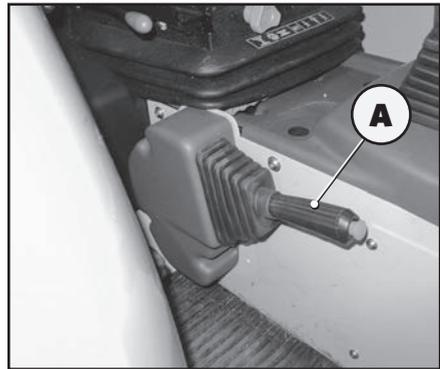
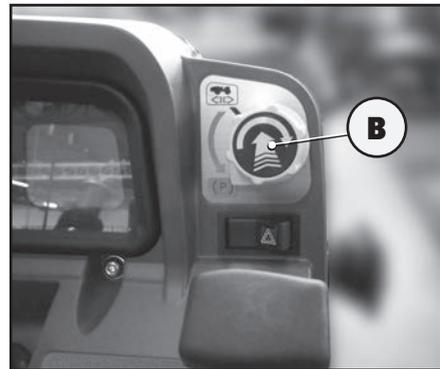

Abb. 5.4
Abb. 5.5
- Die Feststellbremse (A) anziehen (Abb. 5.4). Falls der Traktor mit automatischer Feststellbremse "Brake-off" ausgestattet ist, den Drehknopf (B) in die Position (P) drehen (Abb. 5.5). Auf der Instrumententafel überprüfen, dass die rote Kontrollleuchte zur Anzeige der aktivierten Feststellbremse aufleuchtet.